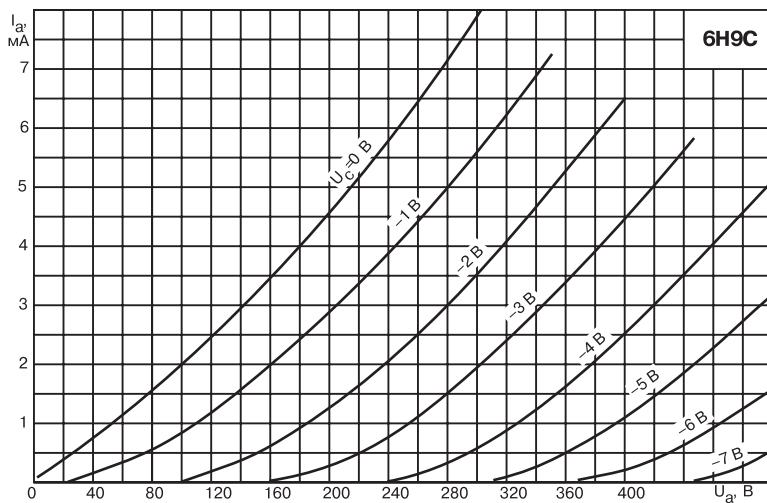

Рис. 2.25. Типовые вольтамперные характеристики 6Н9С
**Достоинства:** лампа изначально разработана для звукового применения и обладает хорошей сигнатурой; два триода в баллоне; высокая линейность (см. рис. 2.25); малый уровень микрофонного эффекта (хотя для входных каскадов может потребоваться отбор ламп по этому критерию); широкое распространение, невысокая цена.